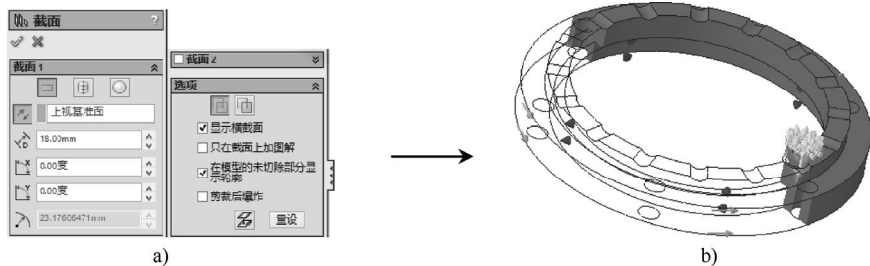

图 9-69 设置“截面剪裁”操作和操作效果
STEP 11 右键单击“算例”树中“结果”项下的“应力 1”项，选择“显示”菜单项，显示应力效果，然后再右击“应力 1”项，在弹出的快捷菜单中选择“截面剪裁”菜单项，选择上视基准面，并平移 18mm，参看截面受力效果，如图 9-69 所示。